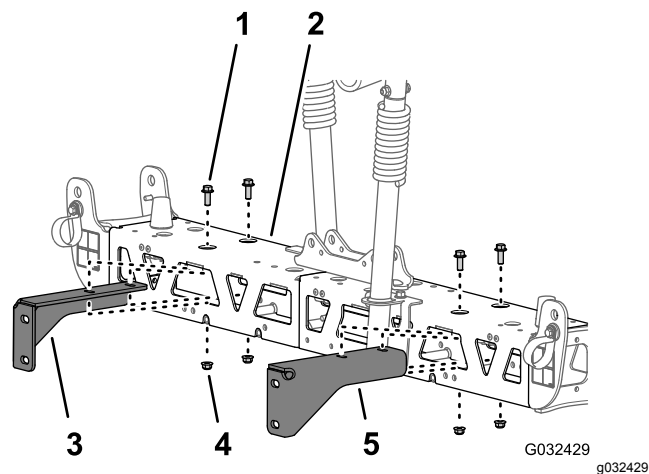

Figura 51
2. Rimuovete i 2 bulloni a testa flangiata (¾" x 1") e i 2 dadi di bloccaggio flangiati (¾") che fissano la staffa di supporto alla sezione di irrorazione centrale e rimuovete la staffa (Figura 51).
3. Rimuovete i 2 bulloni a testa flangiata (¾" x 1") e i 2 dadi di bloccaggio flangiati (¾") che fissano l'altra staffa di supporto alla sezione di irrorazione centrale e rimuovete la staffa (Figura 51).